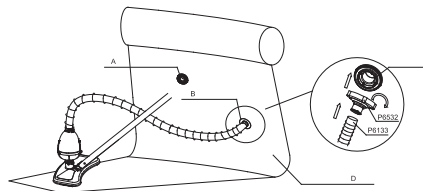
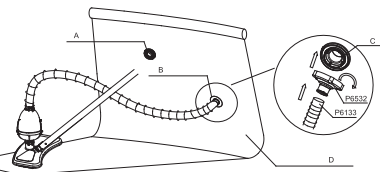

Fig. 26 / Abb. 26 / Kuva. 26 / EIK. 26 / Pnc. 26 / Rys. 26 / 26. Ábra
Fig. 27 / Abb. 27 / Kuva. 27 / EIK. 27 / Pnc. 27 / Rys. 27 / 27. Ábra
2. For pool equipped with connection valves: remove the debris screen from inside of the pool's outlet valve and screw the hose adapter (P6532) onto the outlet valve. Connect the hose (P6133) to the hose adapter (P6532). (See Fig. 26 and See Fig. 27)
2. Para piscinas equipadas com válvulas de ligação: remova a tela de proteção dos refugos de dentro da válvula de saída da piscina e aperte o adaptador da mangueira (P6532) na válvula de saída. Ligue a mangueira (P6133) ao adaptador da mangueira (P6532). (Veja Fig. 26 e Fig. 27)
2. Para piscinas equipadas con válvula de conexión: Quite la pantalla de desechos desde dentro de la válvula de salida de la piscina y enrosque el adaptador de la manguera (P6532) en la válvula de salida. Conecte la manguera (P6133) al adaptador de la manguera (P6532). (Vea Fig. 26 y Fig. 27)
2. Für Pools mit Anschlussventil-Ausstattung: Entfernen Sie das Schmutzsieb aus dem Pool-Ablassventil und schrauben Sie den Schlauchadapter (P6532) auf das Ablassventil. Schließen Sie den Schlauch (P6133) an den Schlauchadapter (P6532) an. (Siehe Abb. 26 und siehe Abb. 27)
2. Voor zwembaden uitgerust met aansluitklep: haal het scherm uit de uitlaatklep van het zwembad en schroef de slangadapter (P6532) op de uitlaatklep. Sluit de slang (P6133) aan op de slangadapter (P6532). (Zie Fig. 26 en Zie Fig. 27)
2. Per piscine con valvole di connessione: rimuovere lo schermo protettivo dalla valvola di uscita della piscina e avvitare l'adattatore per tubo flessibile (P6532) alla valvola. Collegare il tubo flessibile (P6133) al relativo adattatore (P6532). (Vedere Fig. 26 e 27).
2. Pour les piscines équipées de soupapes de connexion: enlevez la grille de protection de l'intérieur de la valve d'évacuation et vissez l'adaptateur (P6532) sur la valve d'évacuation. Fixez le tuyau (P6133) à l'adaptateur (P6532). (Voir Fig. 26 et Fig. 27)
выходной клапан. Присоедините шланг (P6133) к переходнику шланга (P6532) (См. Рис. 26 и 27)
2. W przypadku basenu wyposażonego w zawory łączące: usuń sitko filtrujące z zaworu wypływowego basenu i nakręć złącze węży na (P6532) zawór wypływy. Podłącz węży (P6133) do złącza węży (P6532) (Zob. Rys. 26 i Rys. 27)
2. För pooler som är utrustade med kopplingsventiler: avlägsna smuttsiftern från insidan av poolens utmatningsventil och skruva fast slangadaptern (P6532) till utmatningsventilen. Koppla slang (P6133) till slangadaptern (P6532) (Se Fig. 26 och Fig. 27).